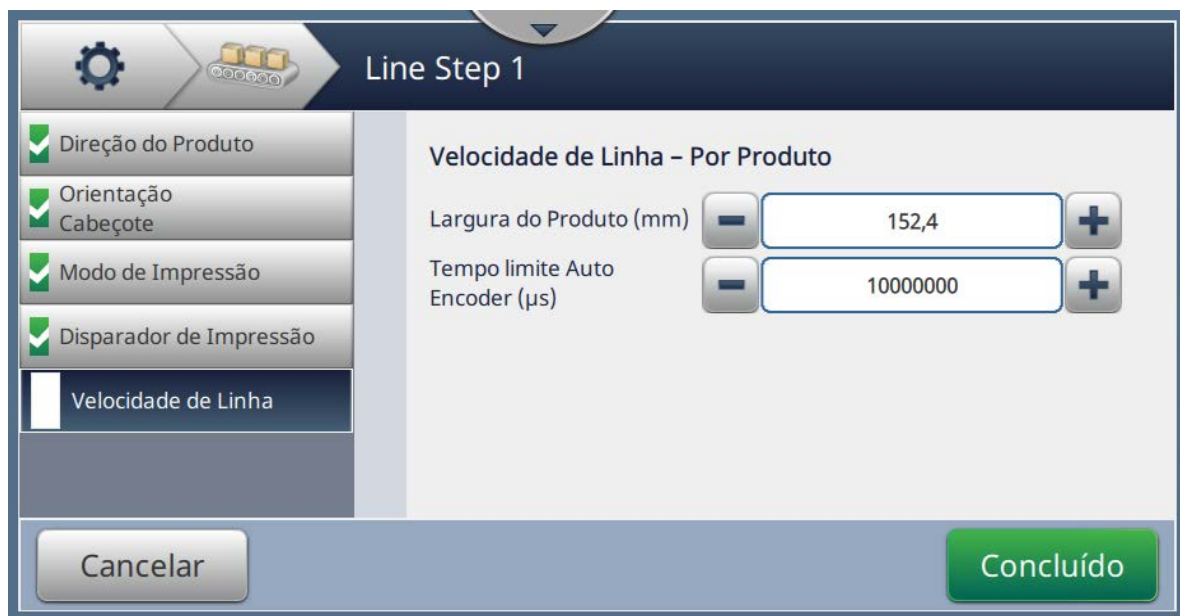

Figura 6-38: Velocidade de linha – Medida por configurações de tamanho do produto/tempo
2. Altere os parâmetros necessários na tela Configurações, como mostra a Figura 6-38.